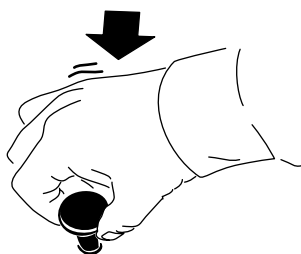

Figura 13
- Empurre o interruptor para dentro (Figura 13) para desengatar a PTO ou desativar o acessório